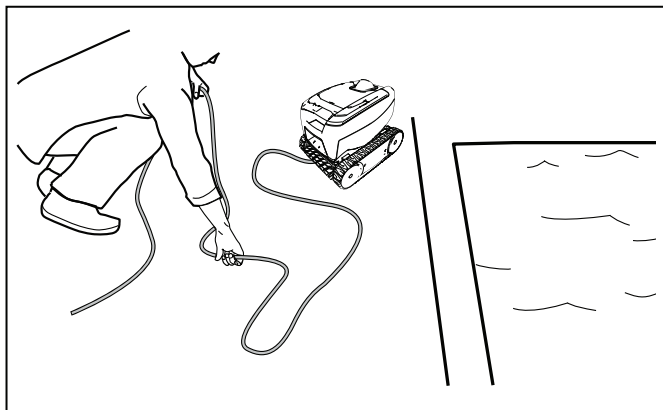

Figure 13. Démêlement du câble flottant
2. En commençant par la tête du nettoyeur, démêlez toutes les boucles et tous les nœuds dans le câble flottant (Figure 13). Disposez le câble au soleil pour assouplir toutes les formes d'emmêlement.